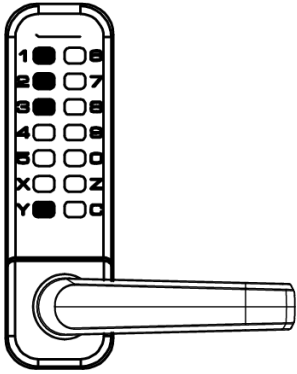
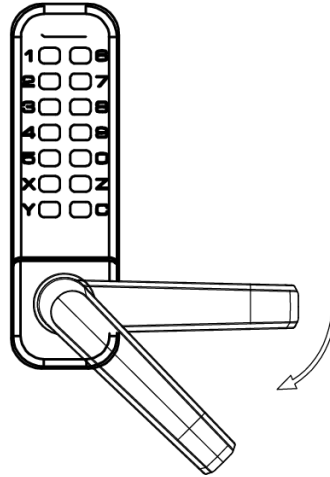

FIG1A
FIG1B
2) **Neues Passwort festlegen** : Halten Sie die Taste Y gedrückt und geben Sie das neue Passwort ein (das Passwort darf nicht wiederholt werden), wie in Abbildung 1A dargestellt. Lassen Sie anschließend die Taste Y los und drehen Sie den Drehknopf einmal, wie in Abbildung 1B dargestellt. Das neue Passwort wird nun erfolgreich festgelegt. Bitte merken Sie sich das neue Passwort und bewahren Sie es auf.